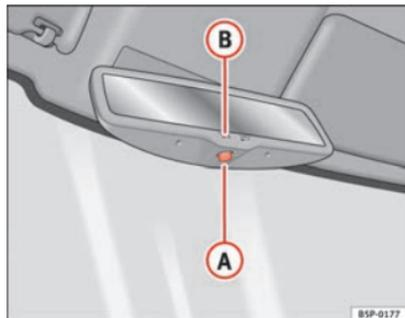

Fig. 85 Retrovisor interior com regulação automática para posição de antiencandeamento.
- Premir o botão **(A)** ⇒ Fig. 85. O aviso de controle **(B)** apaga-se.
- Premir o botão **(A)** ⇒ Fig. 85. O aviso de controlo acende-se.